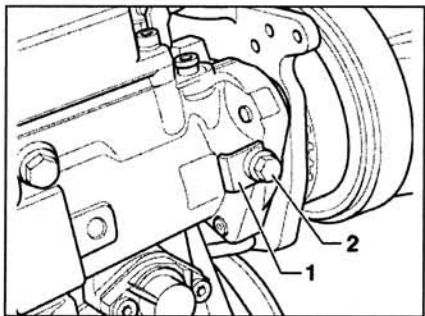

Рис. 1.134. Открутите блокировочный болт 2 на топливном насосе и снимите промежуточную плиту 1 под ним.
9. Открутите блокировочный болт 2 на топливном насосе и снимите промежуточную плиту 1 под ним (рис. 1.134).
21. Выкрутите блокировочный болт 2 и установите промежуточную плиту 1 (рис. 1.134). Затяните болт моментом 25 Нм.